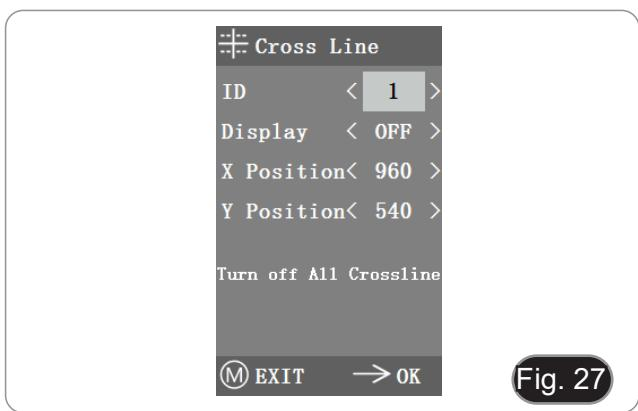

Fig. 27
- 1. Entrar en el menú de Cross Line. (Fig. 27)